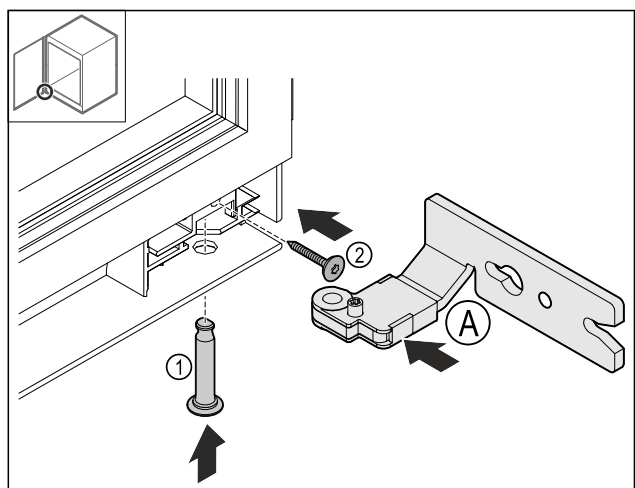

Fig. 23
- ▶ Onderste scharnier Fig. 23 (A) plaatsen.
- ▶ Bouten Fig. 23 (1) plaatsen en vasthouden.
- ▶ Schroef Fig. 23 (2) vastdraaien.